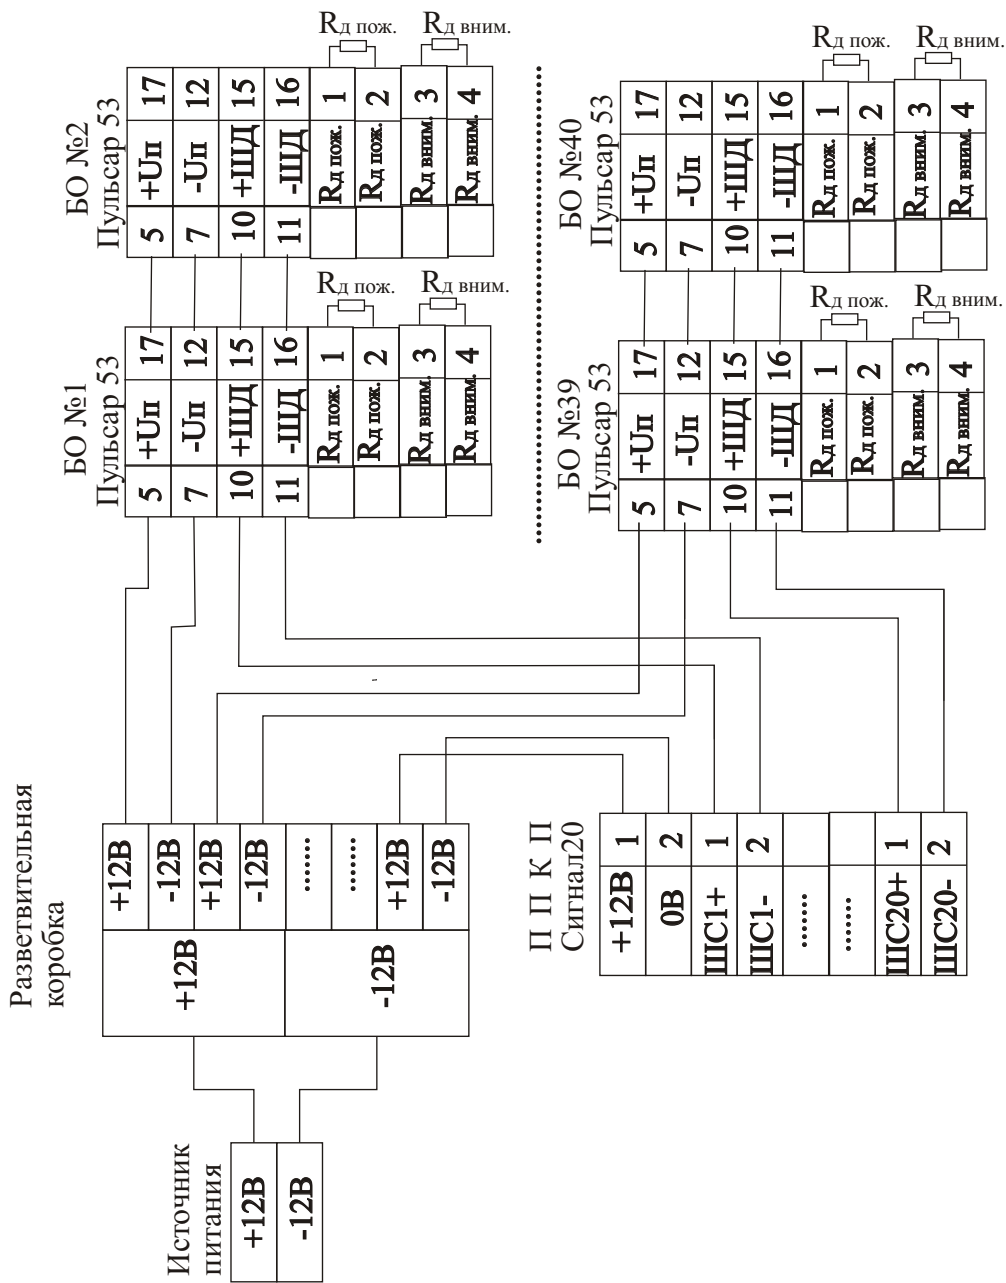

Рис. 4. Схема подключения блоков обработки (БО) “Пульсар 53” к бездресным ППКП на примере “Сигнал20”.
2.2.12 При работе с обычным безадресным ППКП (например, “Сигнал 20”), подключить безадресный шлейф сигнализации и отдельную линию питания от источника бесперебойного питания в соответствии с рис. 4. При выдаче сигналов “Пожар” и “Внимание” к шлейфу ШД подключается внутренне сопротивление 500 Ом. если требуется различать состояния “Внимание” и “Пожар”, установить вместо заводских перемычек на клеммы “Рд пожар” и “Рд внимание” добавочные резисторы, требуемые конкретным ППКП. Для повышения помехозащищенности в один шлейф ППКП включают два извещателя, как показано на рис.4. БО выдает сигнал “Неисправность” в ППКП повышением тока в шлейфе ШД до тока короткого замыкания . **Внимание! Не допускается подключать к клеммам ШД вместо шлейфа сигнализации источник питания, т.к. Сигнал Неисправность выдается коротким замыканием на шлейфе.**
2.2.13 При работе с адресной системой “Орион” (С2000), подключить адресный шлейф интерфейса RS485 к клеммам ШСА+ и ШСА- соответственно и установить джампер в положение С2000 (рис.4). Для работы в этом режиме в блоке обработки по специальному заказу должен быть установлен адресный модуль AP1. Подключить отдельную линию питания от источника бесперебойного питания к клеммам +Up и -Up.